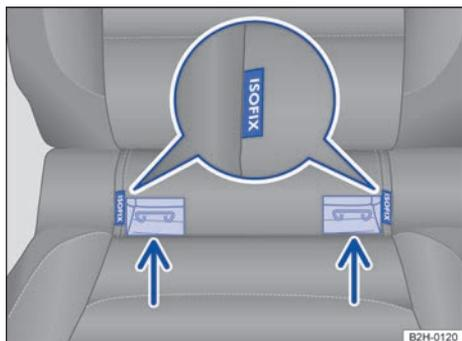

Fig. 75 En el asiento del vehículo: señalización de los puntos de anclaje inferiores para los asientos para niños.
Las plazas traseras laterales cuentan cada una con dos argollas de sujeción, también llamadas puntos de anclaje inferiores, entre el respaldo y la banqueta del asiento → fig. 75.
- Encaje el asiento para niños en las argollas de sujeción en el sentido de las flechas → fig. 75. Las aberturas para encajarlo se encuentran en vertical junto a los rótulos de ISOFIX. El asiento para niños deberá encastrar de forma segura y audible (clic).
- Coloque el asiento para niños sobre la banqueta del asiento y fije los ganchos de los cinturones de fijación a las argollas de sujeción → fig. 75 siempre y cuando dichos cinturones vengan incluidos en el asiento para niños.